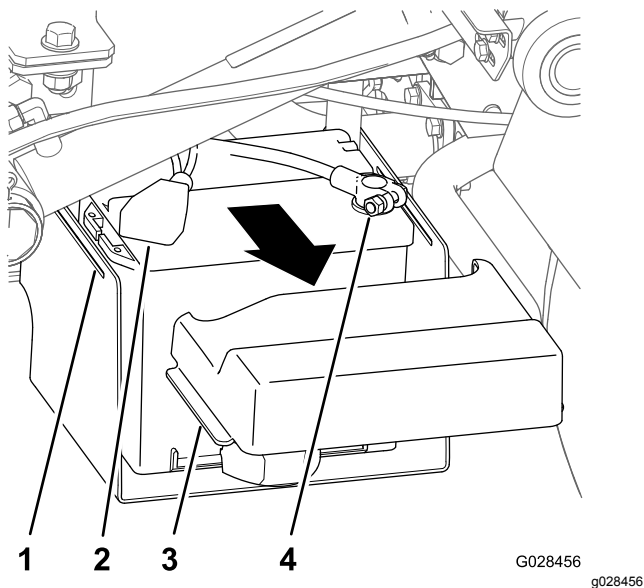

Рисунок 15
1. Сожмите с обеих сторон крышку аккумуляторной батареи, чтобы высвободить лапки из пазов в основании аккумуляторной батареи, и снимите крышку аккумуляторной батареи с основания (Рисунок 15).
- Сдвиньте крышку назад и снимите отрицательную клемму с аккумуляторной батареи (Рисунок 15).
- Отсоедините положительную клемму от аккумуляторной батареи (Рисунок 15).